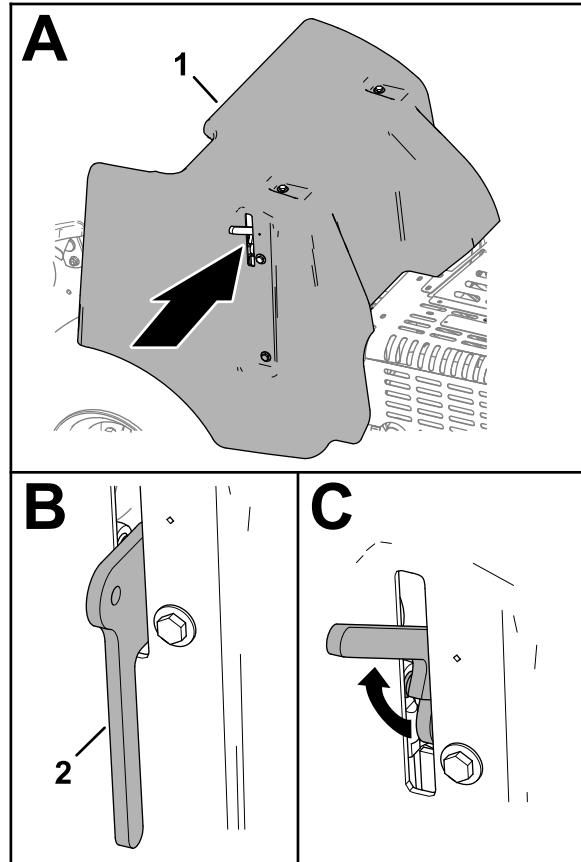

**Figura 130**
1. Se la macchina presenta un cordino di fissaggio del copricinghia CE, allentate il bullone del cordino fino a quando non si separa dal dispositivo di fermo del copricinghia (Figura 130).